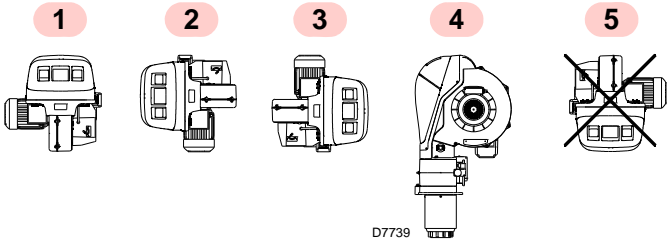

图 10
- 燃烧器设计为仅能安装在位置 1, 2, 3 和 4 (图 10)。